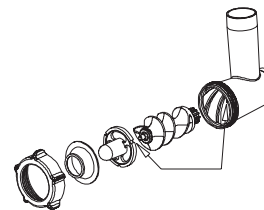

Figura 08
Montar o suporte do eixo moedor (12), o eixo moedor (11), o modelador para bolinhos (14 ou 15), o cone para preparar bolinhos (04 ou 05) e a tampa da faca (05) conforme figura 08.